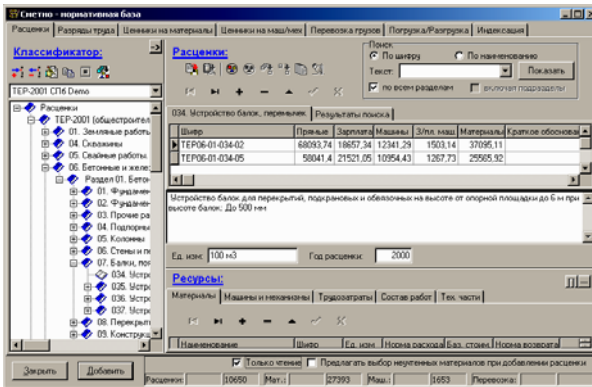

Рис. 3.2 Диалоговое окно «сметно-нормативная база».
3. В открывшемся окне «Сметно-нормативная база» (рис. 3.2) выберите нужную работу и нажмите кнопку «Добавить». Работа будет добавлена в таблицу работ.